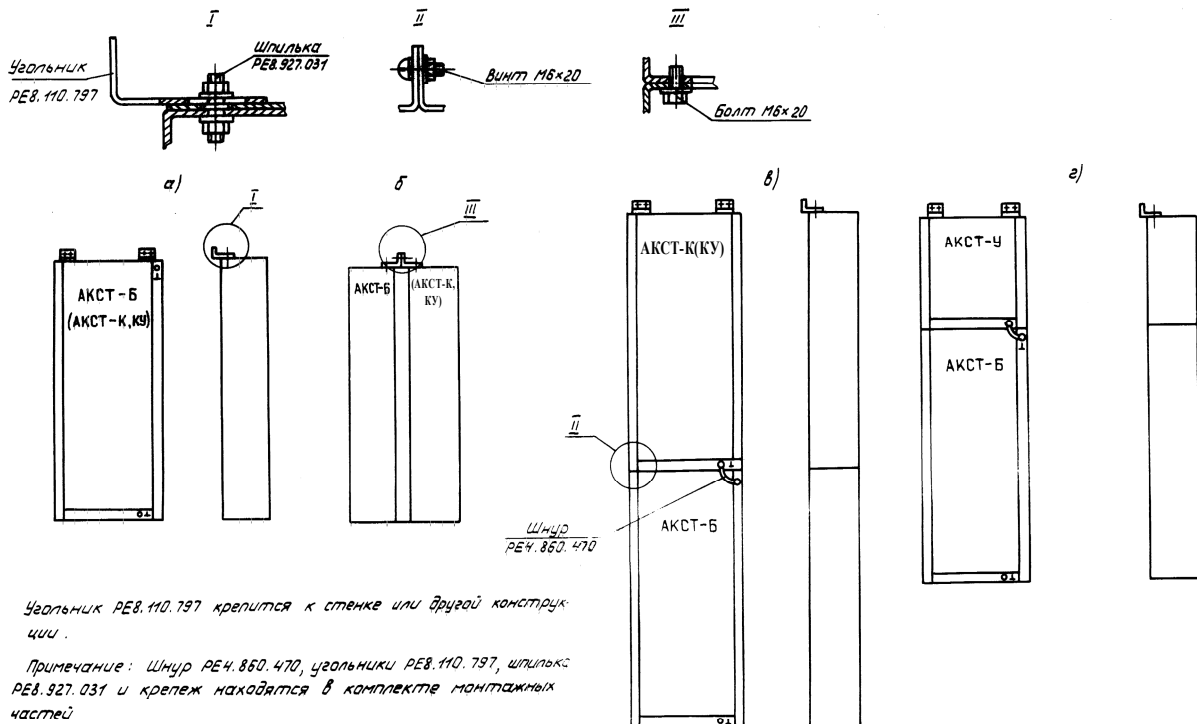

Рисунок 1
3.2 Установка шкафов на объектах производится в один ряд (вплотную к стене, рис. 1а), либо в два ряда ("спина к спине", рис. 1б). Если станция состоит из двух шкафов, допускается установка канального или усилительного шкафов на базовый (рис. 1в, 1г).